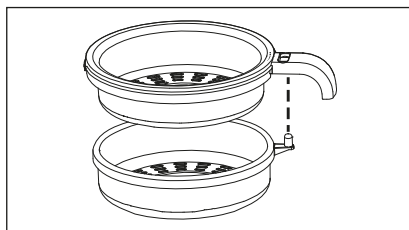

Fig. 1
- ◆ Monte o filtro 4/5. Para este fim, coloque as duas peças uma sobre a outra, de modo que o botão seletor 6 sobressaia através da respetiva abertura na peça superior 4 (Fig. 1). Pressione as duas peças uma contra a outra, até encaixar.